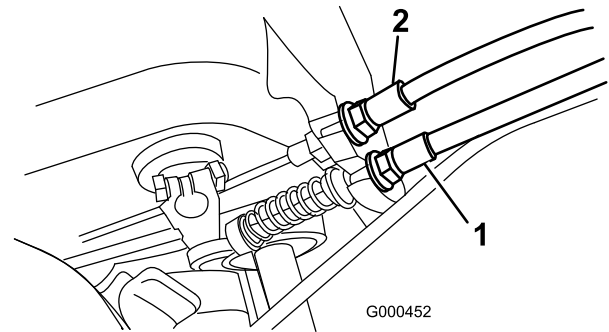

Bild 35
2. Wenn Sie die Zugspannung erhöhen möchten, lösen Sie die Klemmmutter des vorderen Zugs und ziehen Sie die Klemmmutter des hinteren Zugs an (Bild 35), bis eine Kraft von 5 bis 6,3 kg benötigt wird, um die Bremse zu aktivieren. Die Kraft sollte am Einstellhandrad gemessen werden. Stellen Sie die Bremse nicht zu fest ein, da das Bremsband sonst schleifen könnte.